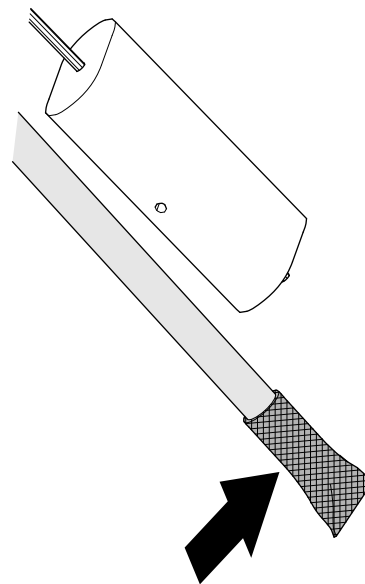

**Figura 86**
1. Limpie el filtro del extremo del tubo de aspiración de combustible (Figura 86).